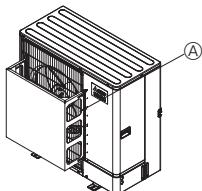

Fig. 2-3
- U místa, kde může silný větr (tajfun atp.) vstupovat přímo do výstupu vzduchu, namontujte volitelné vedení vzduchu. (Fig. 2-3)